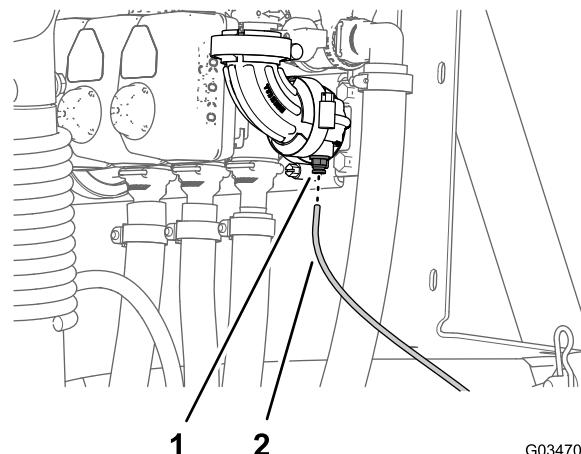

Рисунок 11
1. Нажмите на запорное кольцо соединительной муфты прямоугольного колена на клапане правой секции стрелы (Рисунок 11).
2. Вытяните трубку датчика давления для манометра на приборной панели из соединительной муфты (Рисунок 11).